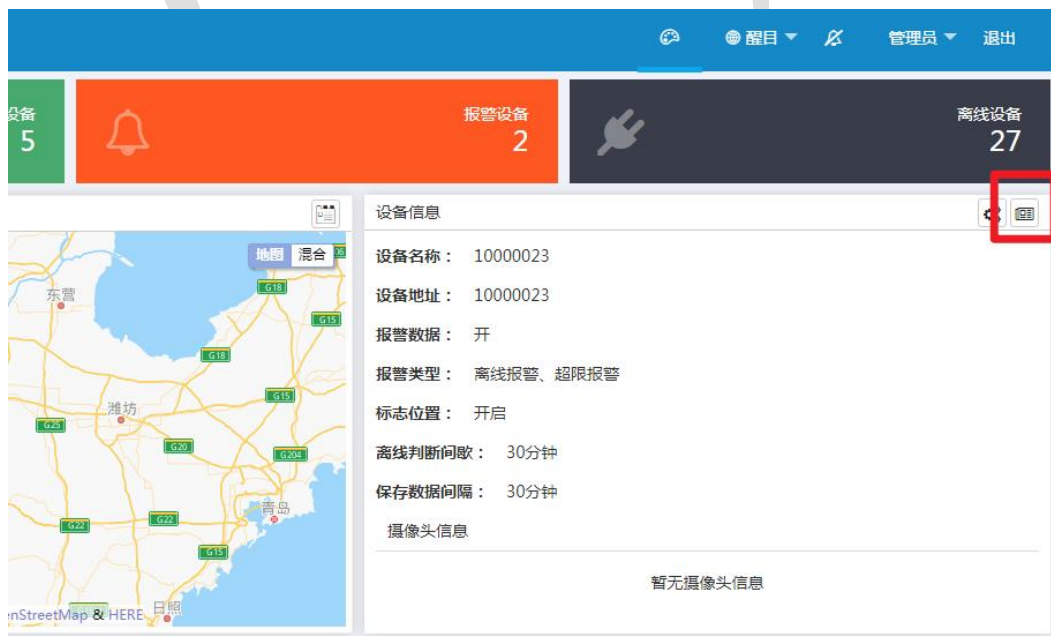
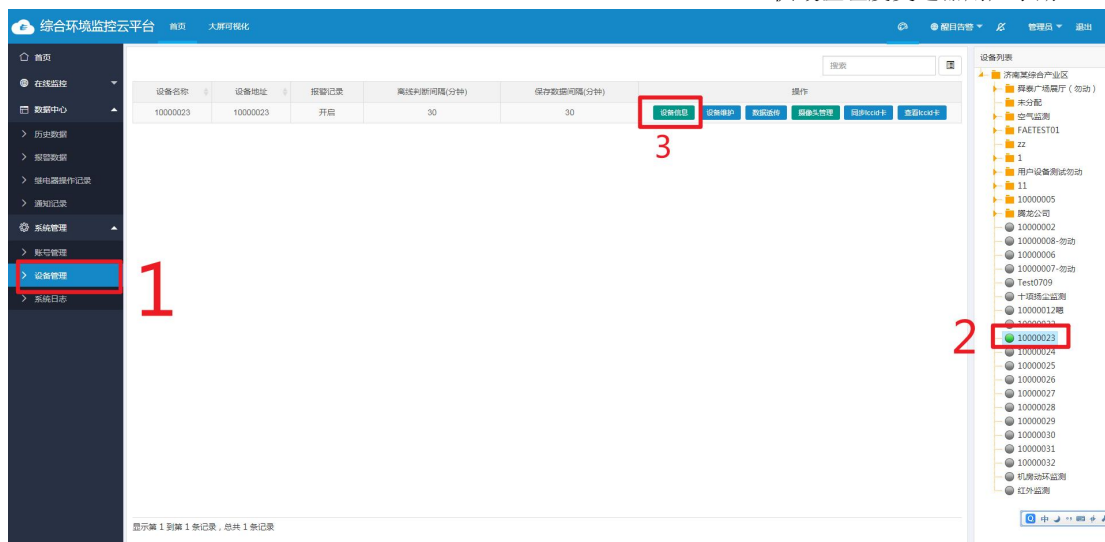

图 1
图 2
3.2.1 点击设备信息一栏中，图中画红框的按钮（图 1）。或者点击左侧功能栏，系统管理-设备管理-设备列表选中要更改的设备-设备信息。（图 2）